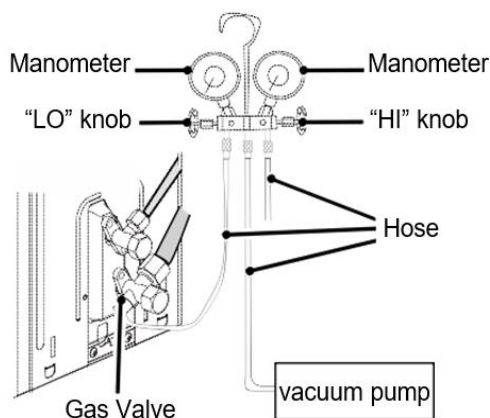

Fig.5
3. Come mostrato nella figura seguente (Fig.5), espellere il gas all'interno dell'unità interna e il tubo del refrigerante tramite la pompa del vuoto.